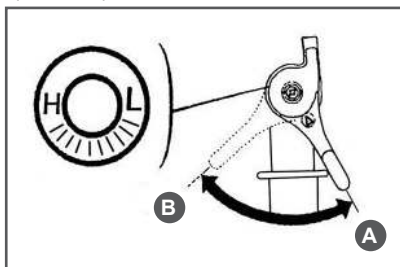

Рис. 26 Положения рычага газа
5. Переведите рычаг газа 6 (Рис. 1) на 1/3 хода в сторону положения максимальных оборотов двигателя (Рис. 26).
5. Переведите рычаг газа в положение «В» максимальных оборотов двигателя (Рис. 26).
7. Для изменения скорости движения мотоблока на каждой передаче пользуйтесь рычагом газа (Рис. 26).